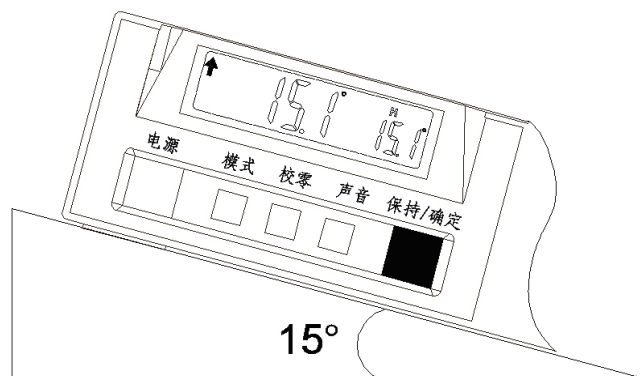

图 G-9
- 1) 轻压【保持/确定】按钮一次，坡度计液晶显示区右侧小字体的测量值会保持不变，同时在上方出现“H”标志，见图 G-9；